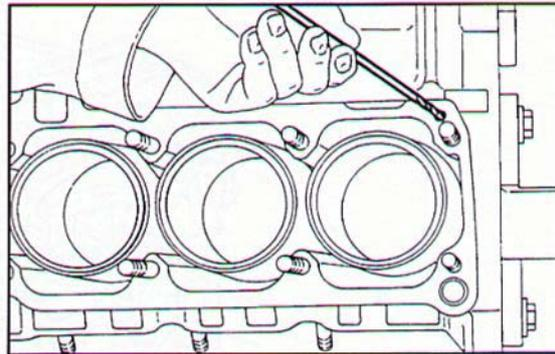

Fig. 96 ▲
- pulire i due condotti mandata olio alle teste cilindri, utilizzando l'apposita asta a punta elicoidale (Fig. 96);
- clean the two ducts taking oil to the cylinder heads, using the rod with the helix tip (Fig. 96);